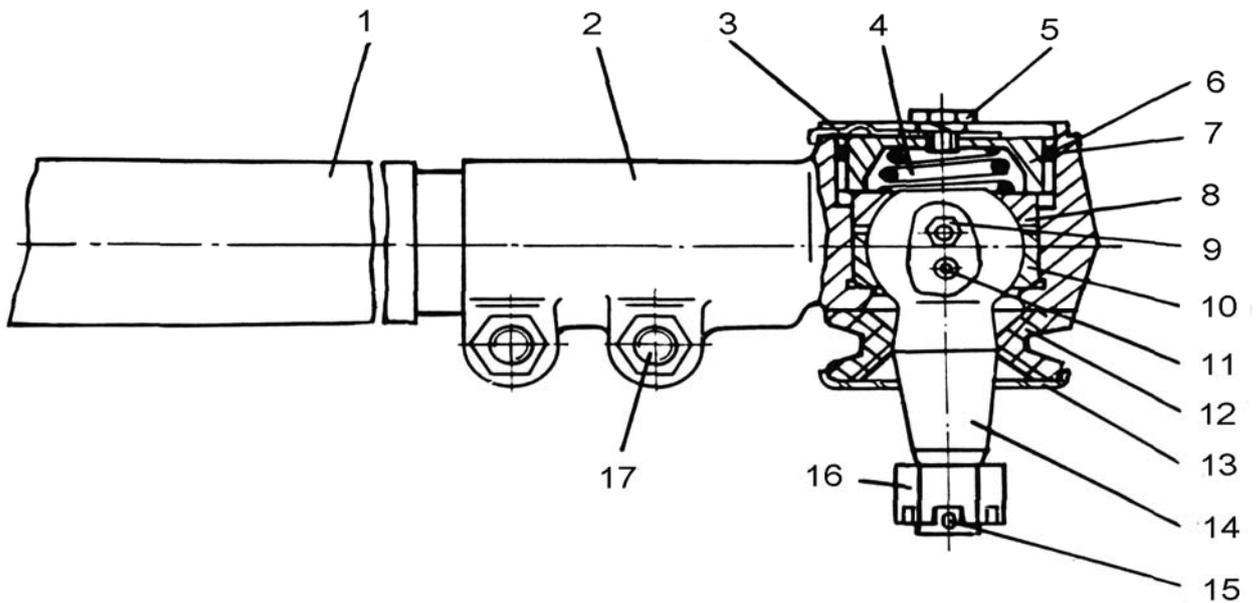
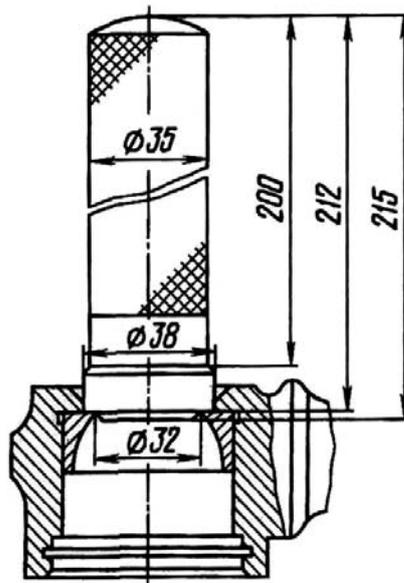

Рис. 68. Тяга поперечная рулевая:
Рис. 69. Выпрессовка сухаря шарового пальца
Поперечная рулевая тяга (рис.68) представляет собой штангу с накрученными на ее концы наконечниками 2, в которых закреплены шаровые пальцы 14. Поперечная тяга рулевой трапеции соединяет нижние рычаги поворотных кулаков передних колес. С помощью наконечников 2 можно изменить длину тяги и регулировать сходжение колес.
4. С помощью оправки (рис.69) выпрессовать из головки наконечника 2 (рис.68) нижний сферический сухарь 10.
1. Установить и зажать рулевую тягу в тисках, запрессовать в наконечник 2 тяги (рис.68) нижний сферический сухарь 10 и заложить смазку ЛИТОЛ-24.
Схема пневматического оборудования тормозов и питания сжатым воздухом других потребителей на автомобиле приведена на рис.68.